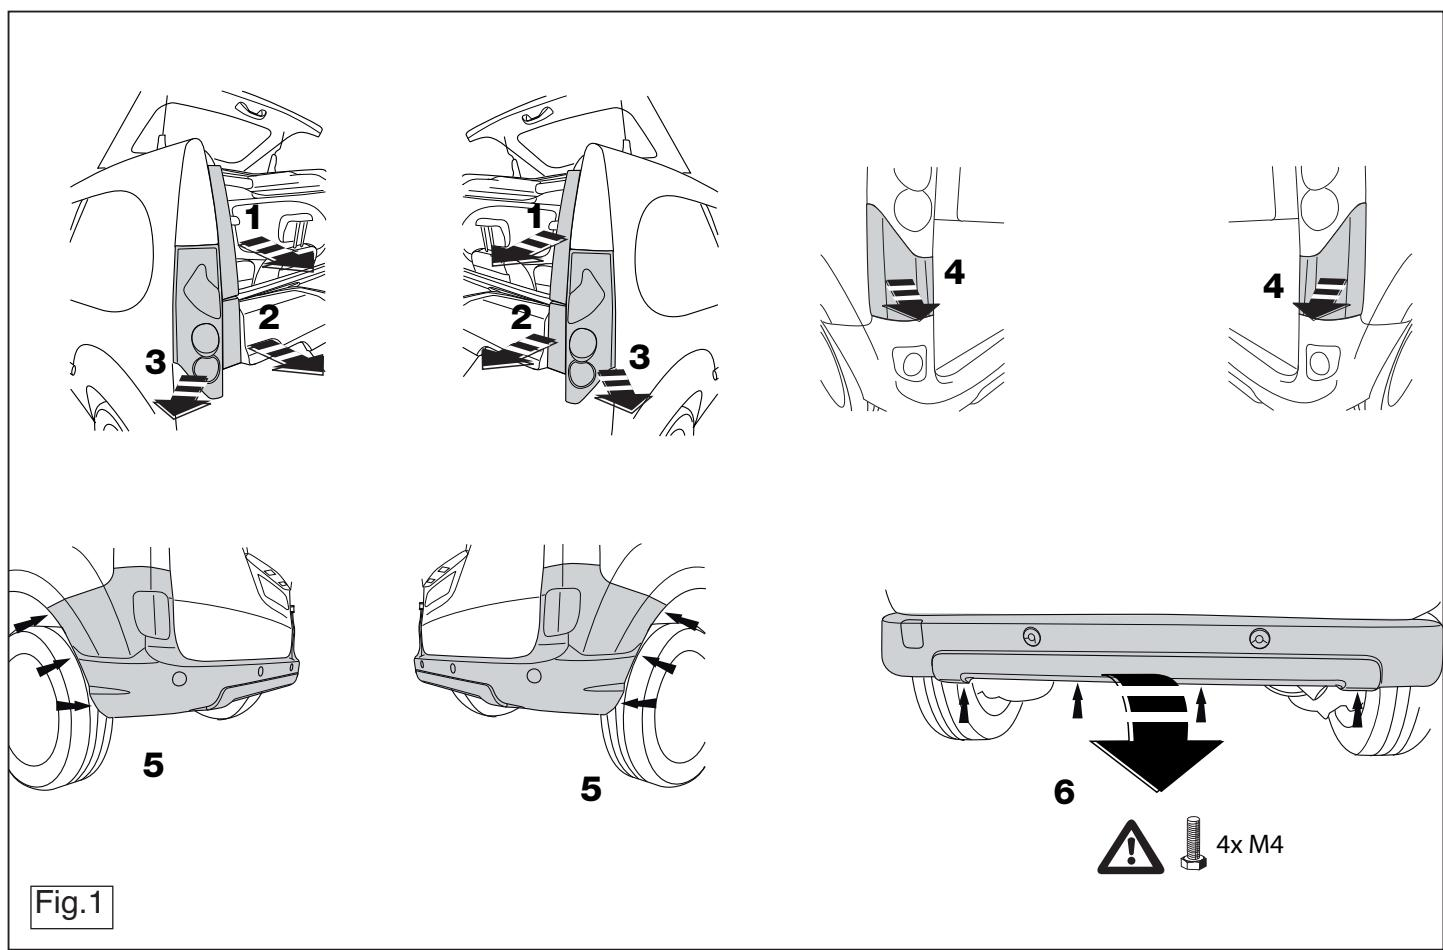

Fig.1
- 1a. **Für Be Bop/Express Compact Fahrzeuge gilt:** Die Stoßstange abmontieren. Siehe Abbildung 1.